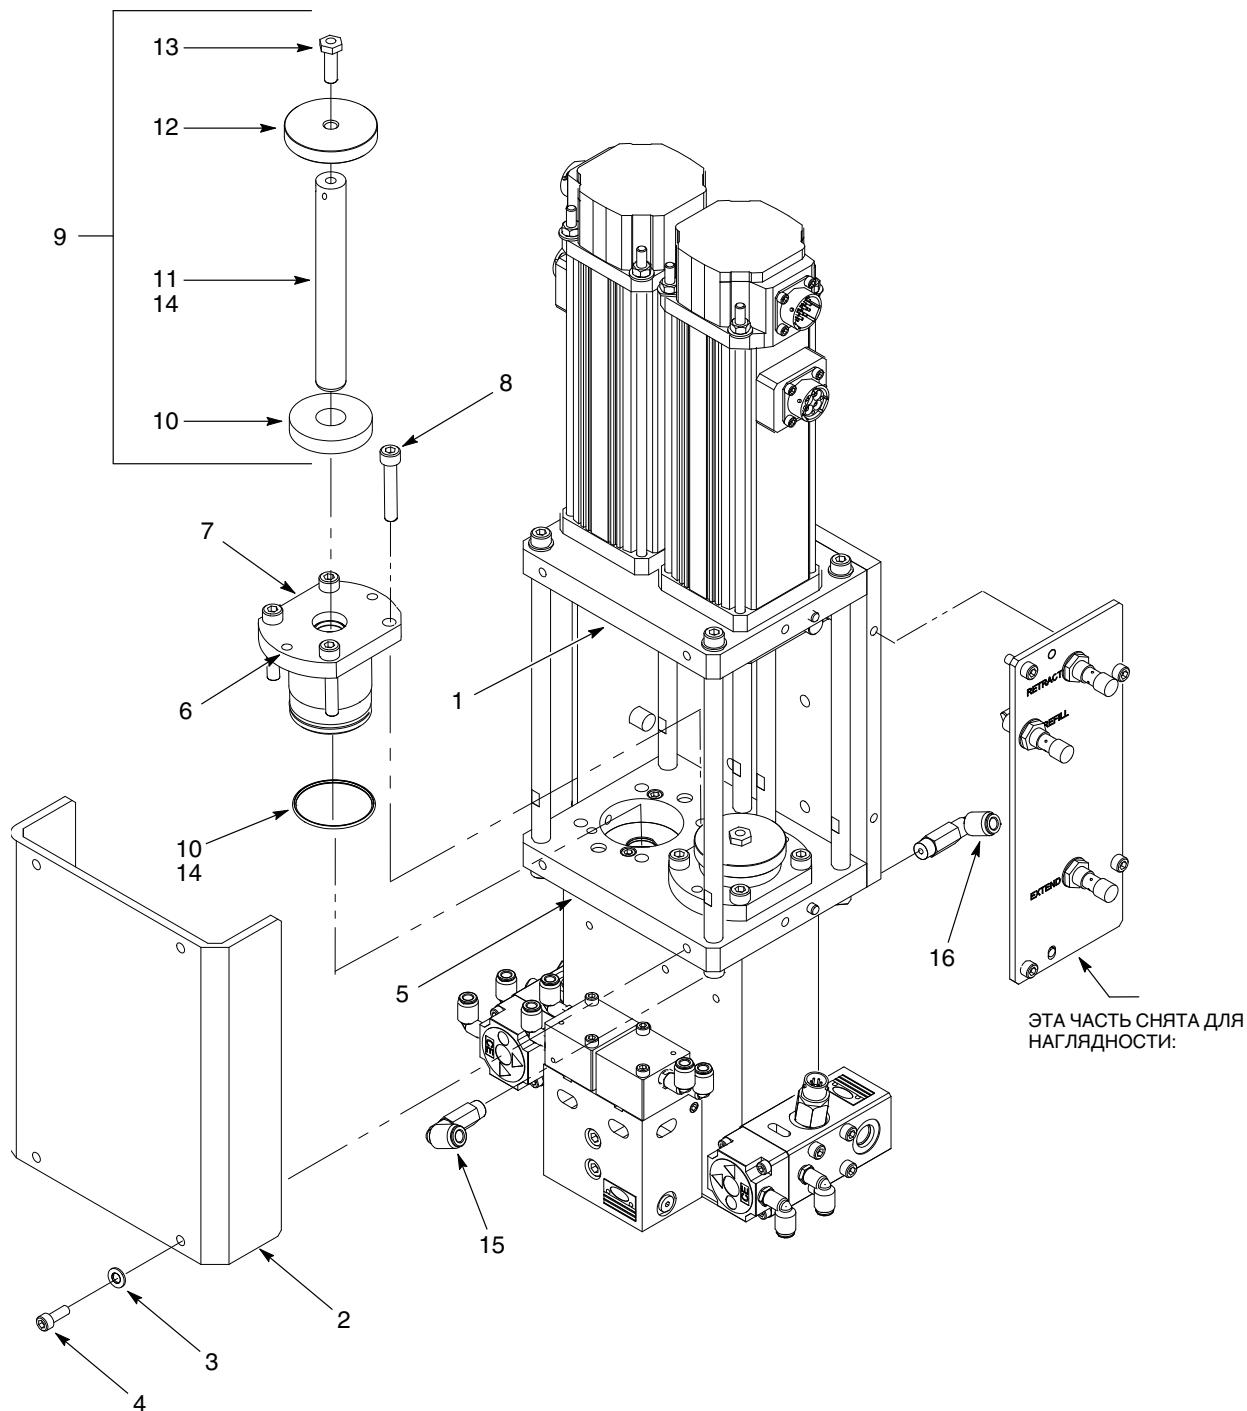

Рис. 10 Ремонт узла плунжера и сальника
2. См. рис. 10. Вывернуть винты (4) с шайбами (3) крепления кожуха (2) к узлу линейного привода (1) и фланцу корпуса (5).
3. **только для сальника ARW:** При необходимости отсоединить пневмошланг. Вывернуть фитинги выпускного (15) и выпускного (16) портов сальника.
4. Вывернуть винты (8) крепления узла сальника (7) к фланцу корпуса (5). Если не удается снять узел сальника с фланца корпуса, выполнить следующее:
- a. Ввернуть два винта (8) в резьбовые отверстия (6) узла сальника.
5. Снять уплотнительное кольцо (10) с узла сальника (7). Выбросить уплотнительное кольцо.
6. Воспользовавшись дорновым прессом, выпрессовать узел плунжера (9) из узла сальника (7).
7. Разобрать узел плунжера (9):
- a. Снять амортизатор плунжера (10) с плунжера (11).
- b. Вставить головку штифтового ключа в отверстие плунжера. Вывернуть винт (13) крепления диска бесконтактного датчика (12) к плунжеру.
1. См. рис. 10. Покрыть уплотнительное кольцо (10) и внутреннюю окружность узла сальника (9) смазкой TFE (14).
2. Собрать узел плунжера (9):
- a. Поставить диск бесконтактного датчика (12) на плунжер (11).
- b. Ввернуть винт (13) в плунжер. Вставить головку штифтового ключа в отверстие плунжера и затянуть винт моментом 13,5 Н•м (10 фут-фунтов).
- c. Установить амортизатор (10) на плунжер. Убедиться, что амортизатор плунжера касается диска бесконтактного датчика.
- d. Нанести соответствующую смазку (14) на шток плунжера.
3. Воспользовавшись дорновым прессом, запрессовать узел плунжера (9) в узел сальника (7).
4. Смонтировать узел сальника (7) на фланце корпуса (5), используя винты (8). Затянуть винты по диагонали моментом 13,5 Н•м (10 фут-фунтов).
5. **только для сальника ARW:** При необходимости присоединить пневмошланг. Поставить фитинги выпускного (15) и выпускного (16) портов сальника.
6. Смонтировать кожух (2) на узле линейного привода (1) и фланце корпуса (5), используя стопорные шайбы (3) и винты (4). Надежно затянуть винты.